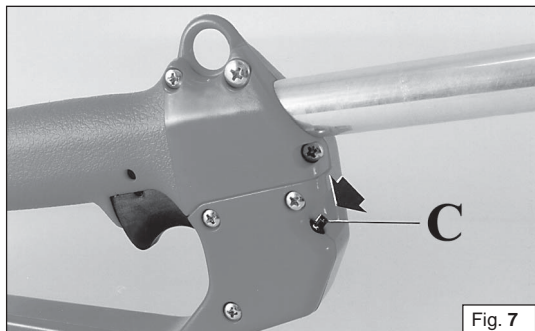

Fig. 7
- 16 - De bosmaaier gebruiken in een ontplofbare of ontvlambare omgeving (Fig. 7).
- 18 - De bosmaaier opslaan in een droge ruimte, op afstand van warmtebronnen en niet op de grond. De bosmaaier niet blootstellen aan regen of bijzonder vochtige omstandigheden (Fig. 7).
Calzare guanti (Fig.7) che permettano il massimo assorbimento delle vibrazioni.
Wear gloves (Fig.7) that permit the maximum absorption of vibrations.
Portez des gants (Fig.7) qui absorbent le plus possible les vibrations.
Tragen Sie Handschuhe (Abb. 7), mit denen die Vibrationen maximal gedämpft werden.
Utilizar guantes (Fig. 7) que absorban el máximo posible de vibraciones.
Draag handschoenen (fig. 7) die de trillingen optimaal absorberen.